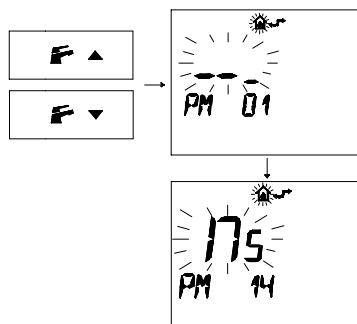

Figura 7.5
- Premere i pulsanti $\text{F} \blacktriangledown$ o $\text{F} \blacktriangle$ per visualizzare la programmazione "PM14" Selezione della potenza di accensione (Figura 7.5).
Nella Figura 7.5 si visualizza un SET programmato di 175 corrispondente ad una potenza impostata pari al 70% della potenza